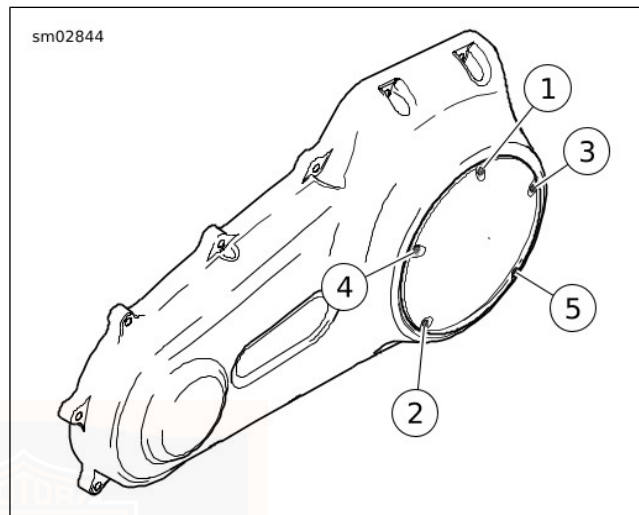

Figura 61. Sequência de aperto dos parafusos da tampa da embraiagem
- c. Fixar a tampa de inspeção com parafusos com anilhas imperdíveis (3).
- d. Ver Figura 61. Apertar na sequência indicada com um binário de 9,5–12,2 N·m (84–108 **in-lbs**).